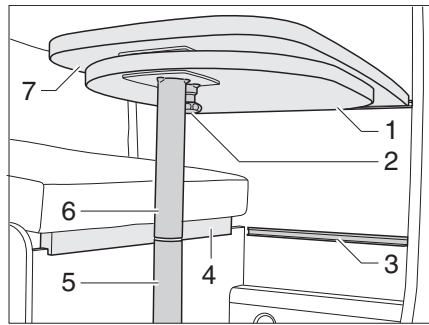

Bild 33 Hängetisch mit teilbarem Stützfuß
**Vergrößern:** ■ Den Knopf (Bild 33,2) der Verriegelung nach unten ziehen und die Tischplattenverlängerung (Bild 33,1) herausschwenken.
**Verkleinern:** ■ Die Tischplattenverlängerung (Bild 33,1) unter die Tischplatte (Bild 33,7) schwenken, bis die Verriegelung hörbar einrastet.
- Multiplexleiste (Bild 33,4) ggf. an der Sitztruhe aufsetzen.
- Die Tischplattenverlängerung (Bild 33,1) ausschwenken.
- Die Tischplatte (Bild 33,7) vorn ca. 45° anheben.
- Den unteren Teil des Stützfußes (Bild 33,5) nach unten herausziehen und beiseite legen.
- Die Tischplatte im 45°-Winkel mit den Haltern in die untere Halteleiste (Bild 33,3) einhängen und mit dem oberen Teil des Stützfußes (Bild 33,6) auf dem Boden abstellen.
- Die Tischplatte (Bild 33,6) vorn ca. 45° anheben.